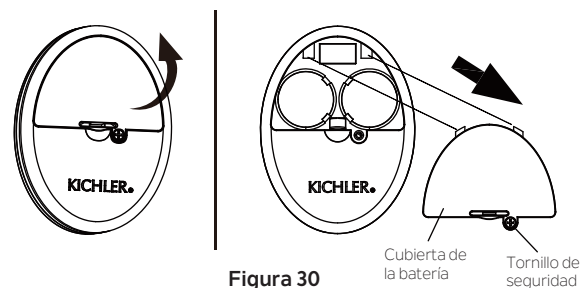

Figura 30
**Paso 1.** Retire el tornillo de seguridad y la cubierta de la batería de la parte posterior del transmisor. Conserve el tornillo de seguridad. **(Figura 30)**